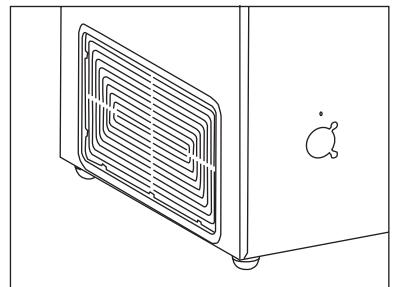

Abb. 3
**WICHTIG!** Der Belüftungsgrost muss frei zugänglich sein (Abb. 3).